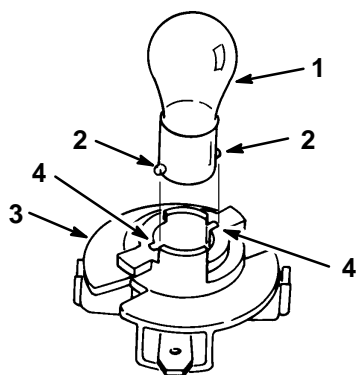

Abbildung 54
4. Die Birne hereindrücken, im Gegenuhrzeigersinn bis zum Anschlag drehen (ca. 1/4 Umdrehung) und aus der Birnenfassung herausnehmen (Abb. 54).
1. Die Glühbirne hat Metallstifte an der Seite ihrer Basis. Die Stifte auf die Schlitzte in der Birnenfassung ausrichten und die Basis in die Fassung einsetzen (Abb. 54). Die Birne hereindrücken und bis zum Anschlag im Uhrzeigersinn drehen.